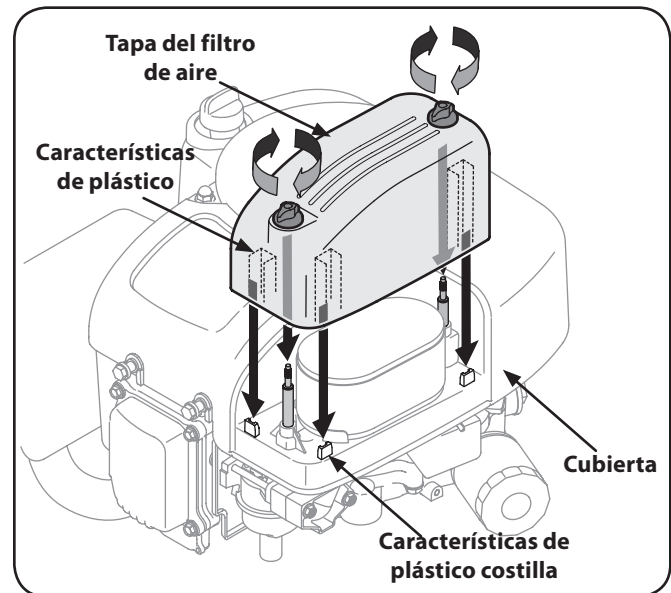

Figura 6-8
6. Coloque la tapa del filtro de aire y asegúrese de alinear las características de plástico costilla en la cubierta de las características de plástico en la tapa del filtro de aire. Vea la Figura 6-8. Gire tornillos en sentido horario hasta que quede ajustado. Revise si hay desalineación.